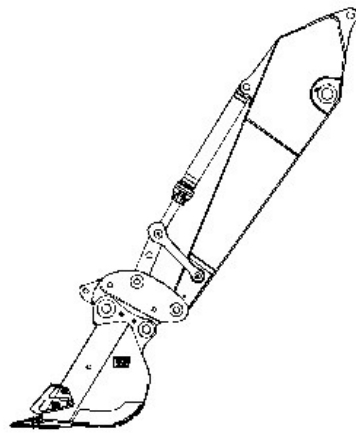

Ilustración 18
1. Cuando usa un acoplador rápido con sujetapasador hidráulico, se puede conectar un cucharón que esté en posición invertida. Observe la ilustración 18 para obtener un ejemplo de cómo conectar un cucharón que esté en posición invertida.